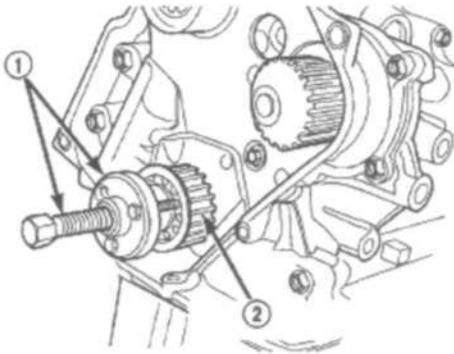

Рис. 52 Снятие звездочки коленчатого вала
- (2) Снять ремень ГРМ (см. п. 9 ДВИГАТЕЛЬ/ФАЗЫ ГАЗОРАСПРЕДЕЛЕНИЯ/РЕМЕНЬ ПРИВОДА ГРМ/ЦЕПЬ И ЗВЕЗДОЧКИ –СНЯТИЕ)
- (3) Снять звездочку коленвала при помощи спец. приспособления 6793 и вставки С-4685-С2 (Рис. 52).